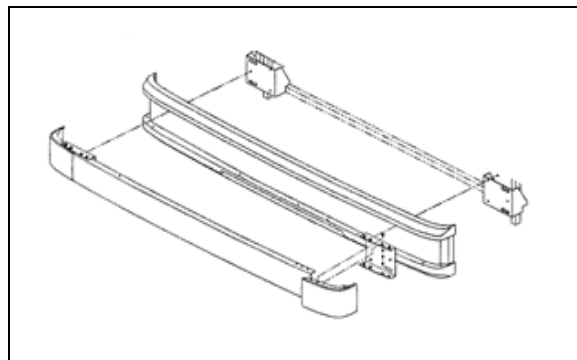

FIGURE 109: PARE-CHOC ARRIÈRE
1. Pour ajuster la position VERTICALE de la porte, desserrer les boulons (quatre de chaque côté) qui fixent le bras de support de la porte et la patte de fixation des ressorts à gaz à la structure du véhicule (Figure 109).
2. Pour ajuster la position LATÉRALE de la porte, desserrer les boulons (trois de chaque côté) qui fixent le bras de support de la porte et la patte de fixation des ressorts à gaz à la porte (Figure 109).
3. Pour ajuster la position de la porte vers l'avant ou l'arrière, visser ou dévisser les butées en caoutchouc de chaque côté de l'ouverture de la porte (Figure 109).